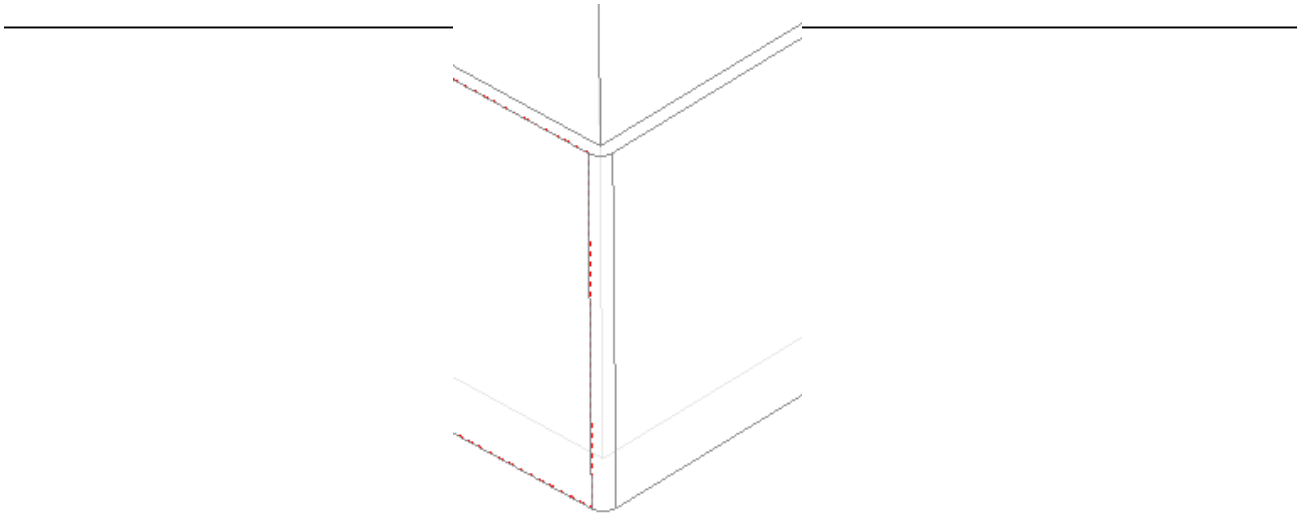

Рис. 12.17. Скругление ребер короба.
4.3. На вкладке **Параметры** введите радиус 2 мм и нажмите кнопку **Создать объект**. Скругление одного ребра выполнено (рис. 12.17).